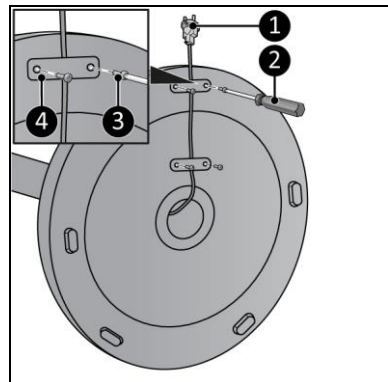

Abbildung 8
9. Befestigen Sie das Stromkabel (Abbildung 8, Pos. 1) mit den beiden Kunststoffbeschlägen (Abbildung 8, Pos. 4) und 4 Schrauben (Abbildung 8, Pos. 3) mit einem Phillips Kreuzschlitzschraubendreher (Abbildung 8, Pos. 2) am Fuß.